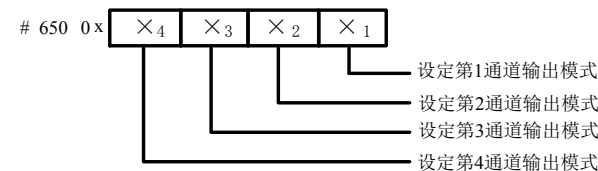

图 2-1 模式设定单元与通道对应关系
4. BFM#650: 模式设定单元。用于设定第 1 通道到第 4 通道的输出模式。具体对应关系如图 2-1 所示。